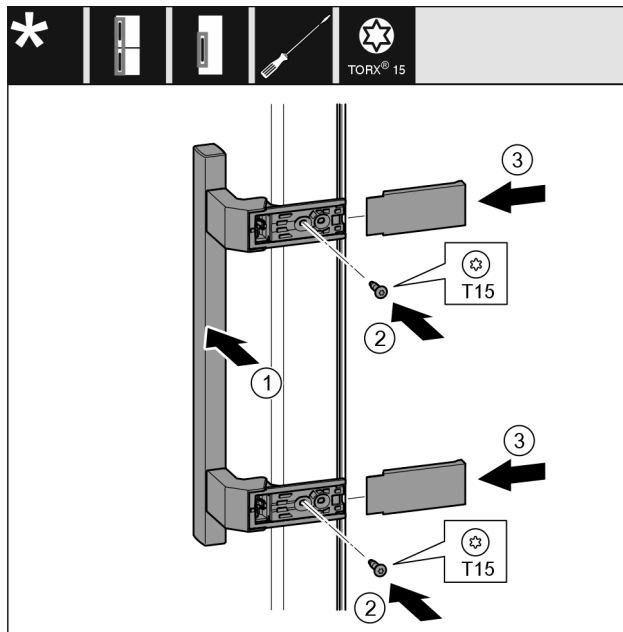

Fig. 21
- Встановіть ручку Fig. 21 (1) з протилежного боку.
- За допомогою викрутки закрутіть гвинти Fig. 21 (2).
- Встановіть кришки Fig. 21 (3) збоку та посуньте їх.